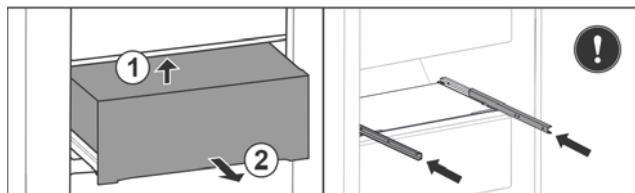

Fig. 37 \*
- Поднимите выдвижной ящик сзади снизу Fig. 37 (1).\*
- Извлеките движением вперед Fig. 37 (2).\*